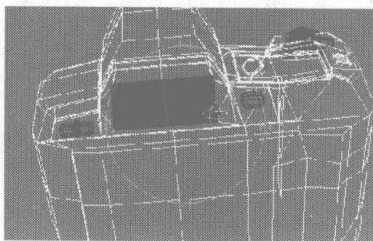

图 6.179
- 02** 选择如图 6.179 所示的面，在 Edit Polygons 卷展栏中单击 **Extrude** 右侧的小按钮，在弹出的对话框中设置挤压参数，如图 6.180 所示，再适当调整挤压面上的节点，如图 6.181 所示。